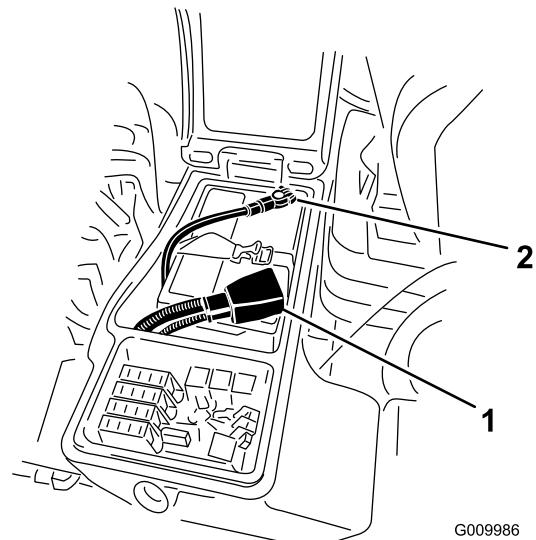

Figura 48
3. Rimuovete il cavo negativo (nero) dal morsetto negativo (-) e il cavo positivo (rosso) dal morsetto positivo (+) della batteria (Figura 48).
6. Collegate il cavo positivo (rosso) al terminale positivo (+) e il cavo negativo (nero) al terminale negativo (-) della batteria (Figura 48).